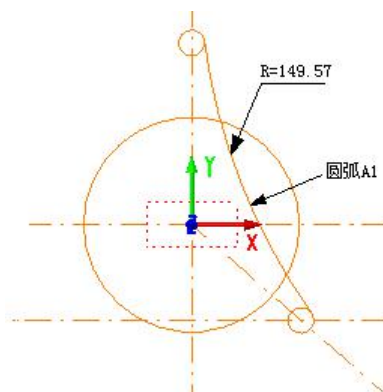

图 3-13 圆弧 A1
- 7、绘制圆弧 A1：点击“【曲线绘制(D)】->【圆弧(A)】”菜单项，选择  三点[A]子命令，选取  切点优先捕捉[Z]选项并输入半径 149.57，依次拾取圆 C2 和 C3，绘图区域出现 4 条可供选择的圆弧（如图 3-12 所示），选择位置合适的圆弧即可，绘制结果如图 3-13 所示；